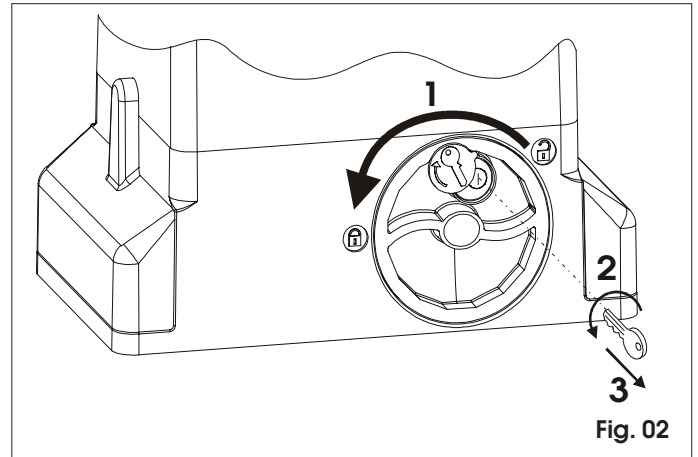

Fig. 02
- 1) Gire el sistema de desbloqueo en sentido antihorario hasta su tope, Fig. 02 ref. 1.
- 2) Gire la llave en sentido antihorario y quítela de la cerradura, Fig. 02 ref. 2 y 3.